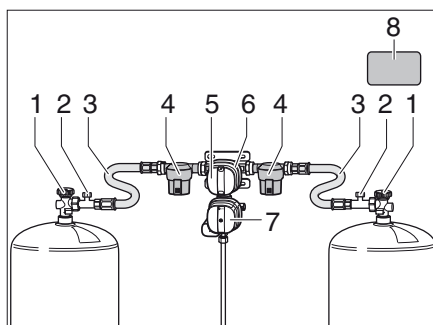
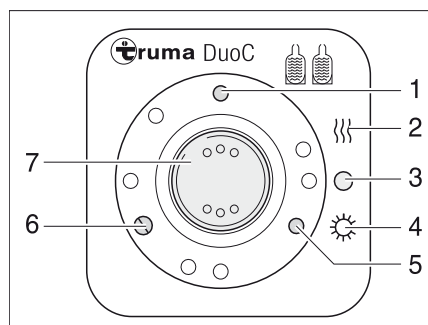
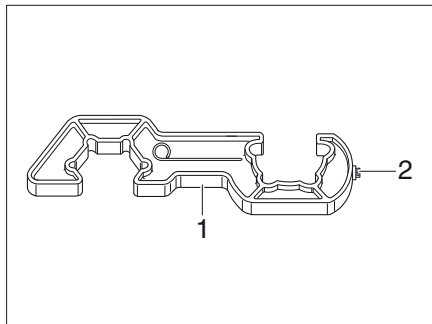
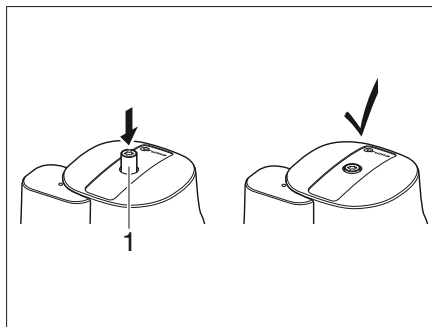

Bild 243 DuoControl-omkopplingsenhet
Bild 244 Kontrollenhet
Bild 246 Skruvhjälp
Bild 247 Crash-sensor
DuoControl-omkopplingsenheten består av en omkopplingsventil (Bild 243,6) och kontrollenheten (Bild 244). Omkopplingsventilen är monterad mellan högtrycksslangarna (Bild 243, 3). Med vredet (Bild 243, 5) på omkopplingsventilen kan man ställa in vilken gasflaska som ska användas som driftflaska och vilken som ska användas som reservflaska.
Omkopplingsventilen (Bild 243, 6) är utrustad med avfrostningsanläggningen EisEx för regulatorer. På detta sätt undviks störningar på gasanläggningen under vintern.
Före omkopplingsventilen finns på båda sidor ett gasfilter (Bild 243, 4) som skyddar gasanläggningen mot oljeläckage och föroreningar.
På kontrollenheten (Bild 244) kan endast de elektriska funktionerna styras.. Gasflaskornas huvudavstängningsventiler (Bild 243, 1) måste öppnas för hand.
Omkopplingsventilen sørjer för ett konstant gstryck, oberoende av vilken gasflaska som används. De båda kontrollamporna på kontrollenheten indikerar driftflaskans tillstånd. När den gröna kontrollampan (Bild 244, 6) lyser är driftflaskan full. När den röda kontrollampan (Bild 244, 5) lyser är driftflaskan tom. Gasen matas sedan via reservflaskan.
- Öppna huvudavstängningsventilerna (Bild 243,1) på gasflaskorna.
- Välj vilken gasflaska som ska prioriteras (driftflaska) med vredet (Bild 243, 5) på omkopplingsventilen (Bild 243, 6).
- Ställ vippkontakten (Bild 244, 7) på "O" (Bild 244, 3). Den gula kontrollampan (Bild 244, 1) slocknar.
- Stäng huvudavstängningsventilerna (Bild 243, 1) på gasflaskorna.
Kontrollamporna på kontrollenheten (Bild 244, 5 och 6) signalerar inne i fordonet om driftflaskan är driftklar.
När den gröna kontrollampan (Bild 244, 6) slocknar under drift och den röda kontrollampan (Bild 244, 5) tänds är gasflaskan, som är vald som driftflaska, tom och måste bytas. Gasförbrukarna försörjs med gas från reservflaskan.
- ▶ Använd den medföljande skruvhjälpen (Bild 246, 1) när högtrycksslängarna ska skruvas på och av. Den säkerställer det nödvändiga åtdragningsmomentet och förhindrar skador på skruvkopplingen på grund av felaktiga verktyg.
- Stäng huvudavstängningsventilen (Bild 243, 1) på den tomma gasflaskan.
- Skruva av högtrycksslängen (Bild 243, 3) från gasflaskan med skruvhjälpen (Bild 246).
- Anslut den fulla gasflaskan till högtrycksslängen (Bild 243, 3).
- Öppna huvudavstängningsventilen på gasflaskan (Bild 243, 1).
- Vrid vredet (Bild 243, 5) på omkopplingsventilen (Bild 243, 6) ett halvt varv för att ställa in att den precis bytta gasflaskan fungerar som reservflaska.
- Tryck på knappen (Bild 243,2) för slangbrottsäkringen på högtrycksslängen för att aktivera den.
- Tryck ev. på återställningsknappen (Bild 247, 1) på crash-sensorn.
- ▶ Beakta säkerhetsetiketten (Bild 243, 8) i gasbehållaren.
- Använd Torx T20 (Bild 246,2) för att trycka in avsäkringsknappen (Bild 247,1) på skruvhjälpen, vrid knappen lätt medurs och håll kvar under 5 sekunder. Crash-sensorn är driftklar när avsäkringsknappen (Bild 247,1) stannar i det nedsänkta läget.
- Tryck kraftigt på den gröna knappen (Bild 243, 2) på högtrycksslangen (Bild 243, 3) när gasflaskan bytts.